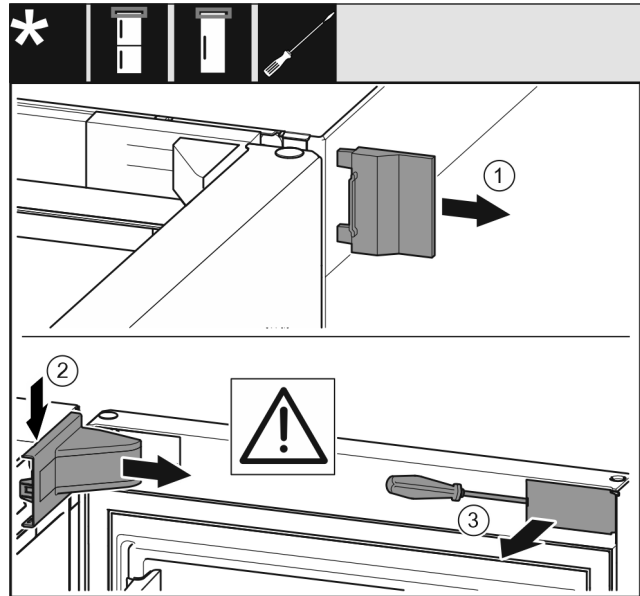

Fig. 5
- Ta bort det yttre skyddet. Fig. 5 (1)
- Haka av lagerbocksskyddet och lossa det. Ta bort lagerbocksskyddet. Fig. 5 (2)
- Lossa panelen med hjälp av en spårskruvmejsel och vrid den åt sidan. Fig. 5 (3)